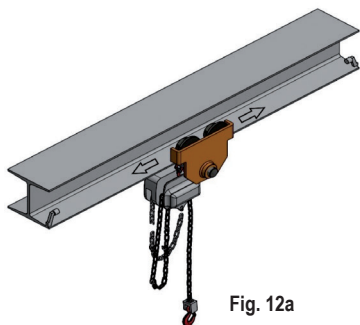

Fig. 12a
- empurrar o carrinho usando um ponto de fixação seguro no caso do modelo de tração (Fig. 12A);